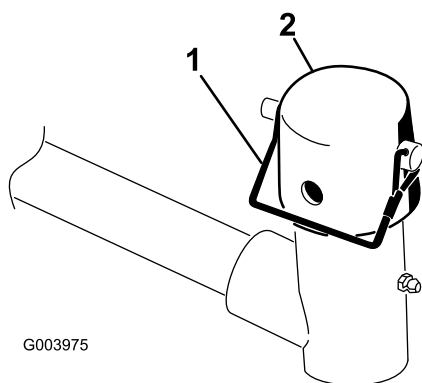

Figura 10
7. Retire o pino de encaixe e a tampa da forquilha de articulação do braço de elevação (Figura 10).
Nota: Utilize a ranhura se pretender direccionar a unidade de corte ou utilize o orifício se pretender bloquear a unidade de corte na posição (Figura 10).